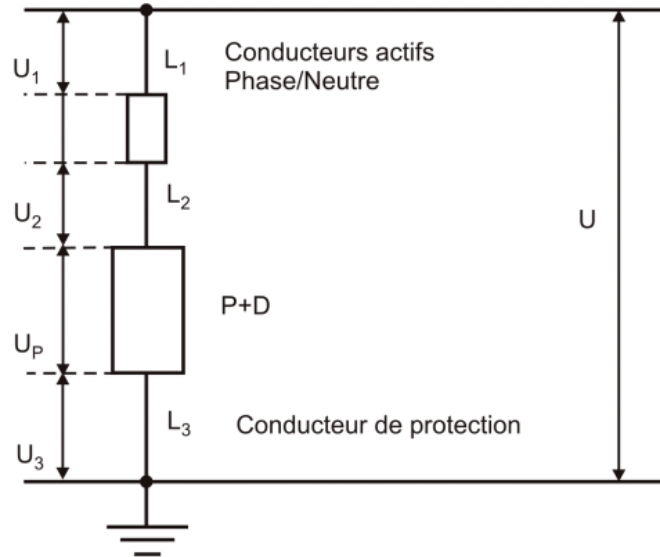

Figure 6 – Raccordement du parafoudre au réseau
La tension résiduelle (U) aux bornes de l'appareil à protéger, comme indiqué à la figure 6, est la somme de la tension U_p du parafoudre et des chutes de tension inductive des conducteurs de raccordement ($U_1 + U_2 + U_3$).